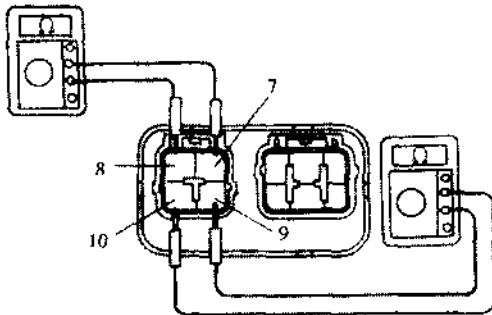

图 7.59 检测电动机继电器电路的导通情况
- ① 检测电动机继电器电路的导通情况。如图 7.59 所示，如不符合以下两点要求，应更换控制继电器。